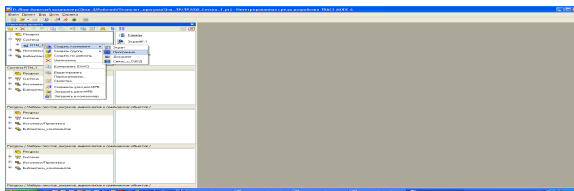

Рис. 5
4.3.1. Подвійним натисненням ЛК відкрити вузол **RTM_1** (рис. 5).